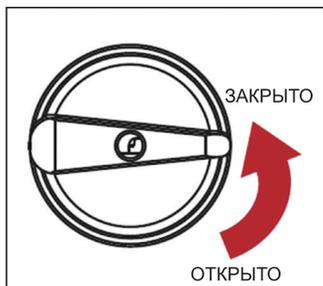

Рис. 17
2. Закройте топливный кран (положение «ЗАКРЫТО») (рис. 17).